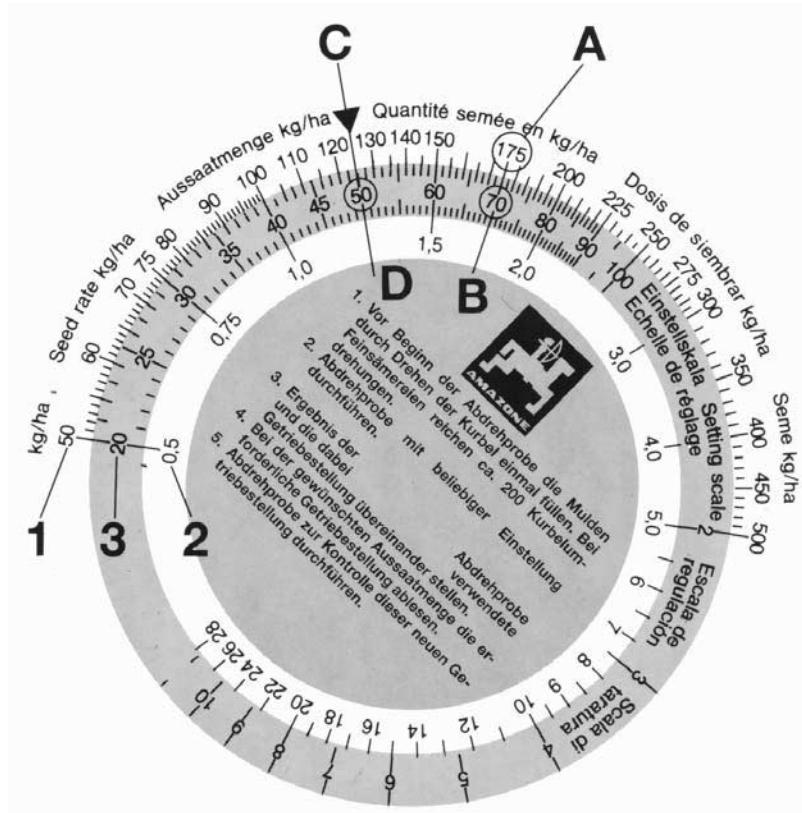

Рис. 8.10
Как правило **первая проба** установки сеялки на норму высева не дает желаемой нормы высева. Используя значения первой пробы можно все же легко определить правильное положение редуктора при помощи счетного диска (Рис. 8.10). Счетный диск состоит из трех шкал. Наружная белая шкала (Рис. 8.10/1) - для всех норм высева выше 30 кг/га, а внутренняя белая шкала (Рис. 8.10/2) - для всех норм высева ниже 30 кг/га. На средней цветной шкале (Рис. 8.10/3) даны положения редуктора от 1 - 100.
- Поставить на счетном диске одно над другим следующие значения: норму высева 175 кг/га (Рис. 8.10/A) и параметр редуктора "70" (Рис. 8.10/B).
- Выпишете параметр редуктора на желаемую норму высева в размере 125 кг/га (Рис. 8.10/C). В нашем примере положение редуктора будет "50" (Рис. 8.10/D).